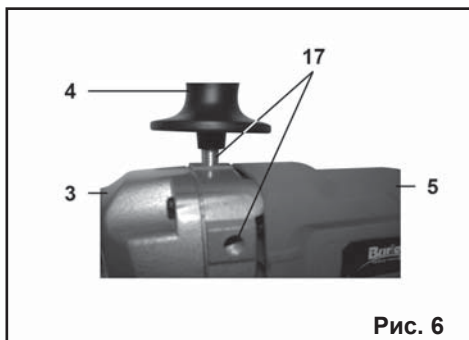

Рис. 6
7.2. Установка дополнительной рукоятки на ДМЭ-1050/16ЭР (Рис.6).